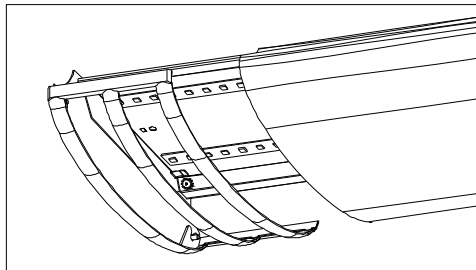
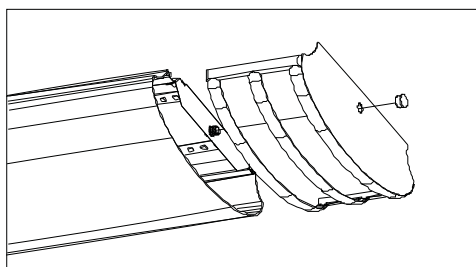

Figure 6
Figure 7
- Faire glisser le diffuseur (3) entre l'embout décoratif (2) et le boîtier du luminaire (6).** **Voir la figure 6.** Installer un autre embout décoratif et un autre écrou tout en soutenant le diffuseur. **Voir la figure 7.**
8. **Slide Diffuser (3) between Decorative End Cap (2) and Fixture Housing (6).** **See Fig. 6.** While supporting Diffuser install other Decorative End Cap and Nut. **See Fig. 7.**
8. **Deslice el difusor (3) entre el cabezal decorativo (2) y la carcasa de instalación (6).** **Consulte la Fig. 6.**
Mientras sostiene el difusor, instale el otro cabezal y tuerca decorativos. **Consulte la Fig. 7.**